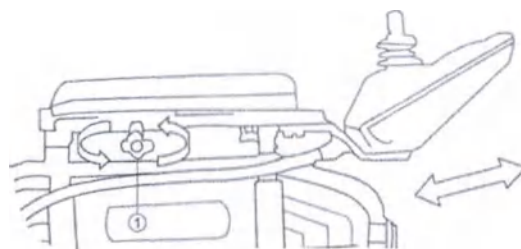

Рис.1.1
5.1.4 Установить пульт управления на консоль в удобное для пользователя положение и закрепить барашком (Рис.1.1). Консоль имеет возможность регулирования в продольном и поперечном направлениях.